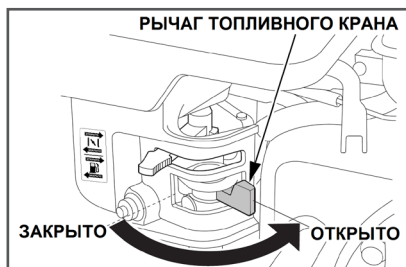

Рис. 28. Рычаг топливного крана
4. Откройте топливный кран переводом рычага вправо (Рис. 28).